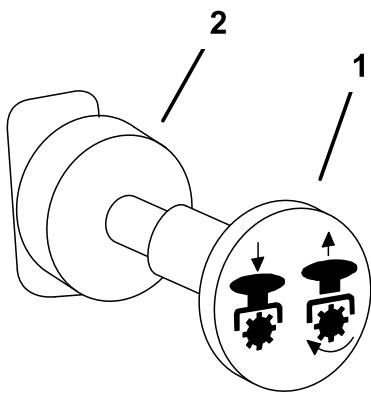

Figura 15
4. Innestate il comando della presa di forza estraendolo (Figura 15).
Per disinnestare, spingete il comando della PTO in posizione **Off** (Figura 15).